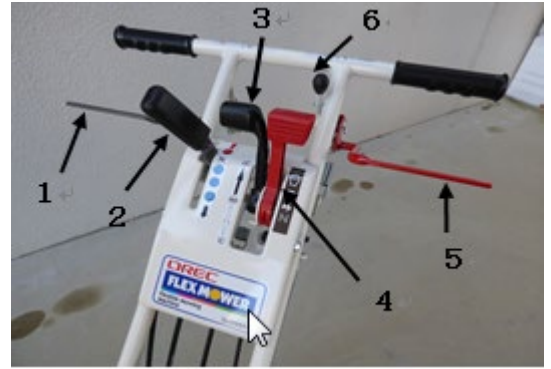

Figure 2
Après avoir engagé une vitesse (voir chapitre « levier de vitesse »), tirez sur la poignée (figure 2, repère 2) pour faire avancer la tondeuse. Relâchez la poignée, la machine s'arrête.
Il permet de sélectionner la vitesse d'avancement suivant la hauteur de l'herbe à couper (figure 2, repère 2). La position (N) correspond au point mort de la transmission.
### **LEVIER DE BLOCAGE DE DIFFERENTIEL (FIGURE 2, REPERE 3)**
Ce levier a plusieurs fonctions (figure 2, repère 4).
Ils sont utilisés pour la tonte, ils permettent d'actionner les lames et de les maintenir en rotation (figure 2, repère 5 et 6).
Poussez d'abord le levier (figure 2, repère 6) vers l'avant, puis tirez le levier rouge (figure 2, repère 5) contre le mancheron.
Pour arrêter la rotation des lames, relâchez le levier (figure 2, repère 5).
- Enclencher la rotation de la lame (figure 2, repère 5) puis accélérerez à fond.
- Actionnez la poignée d'avancement (figure 2, repère 1). La tonte commence.